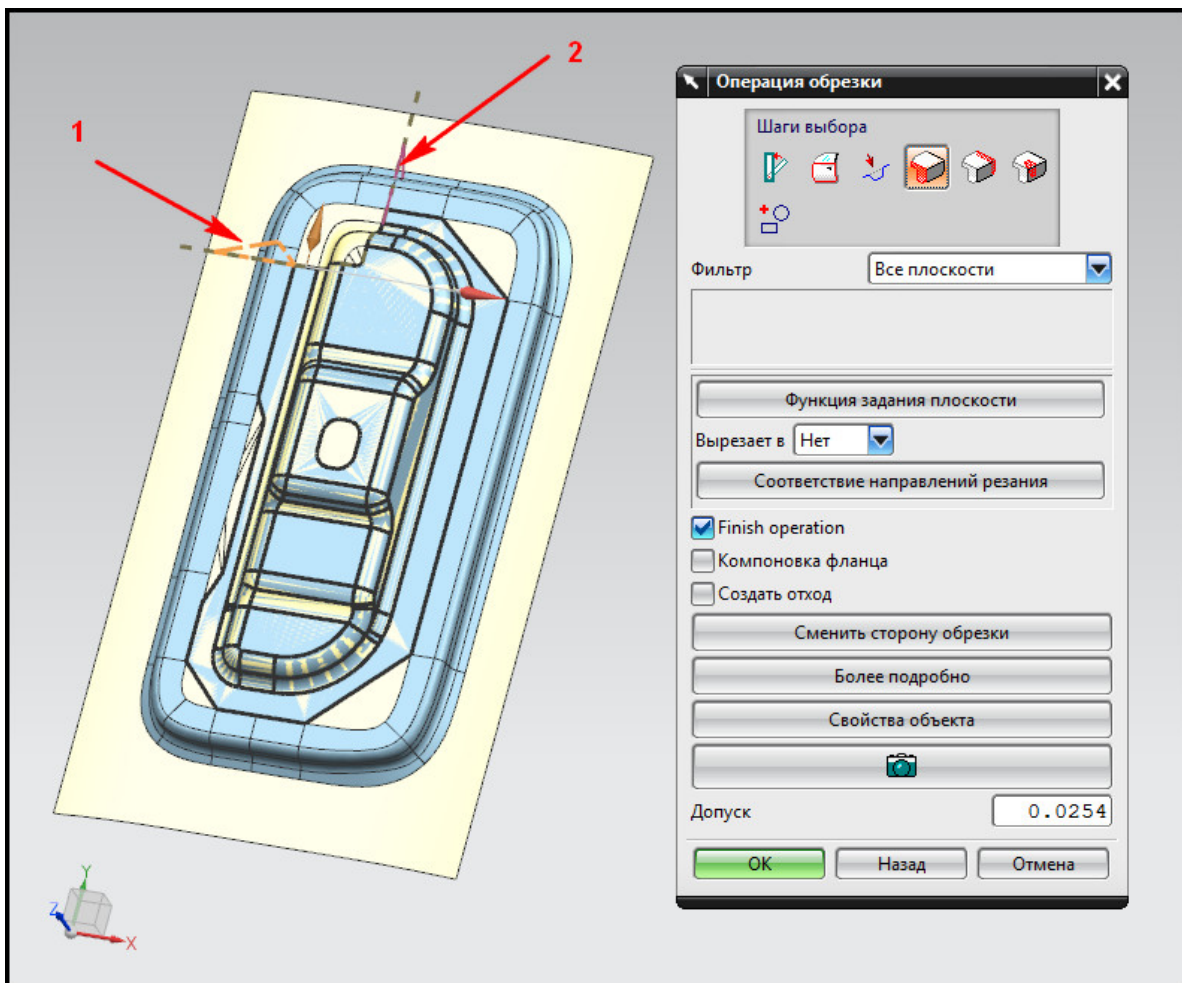

Рис. 7.26. Плоскости обрезки
- Нажмите кнопку **Начальная плоскость**, постройте плоскость, как указано на рис. 7.26 (1), используя стандартное окно создания объекта. Нажмите **ОК**.
- Нажмите кнопку **Конечная плоскость**, как указано на рис. 7.26 (2). Нажмите **ОК**.